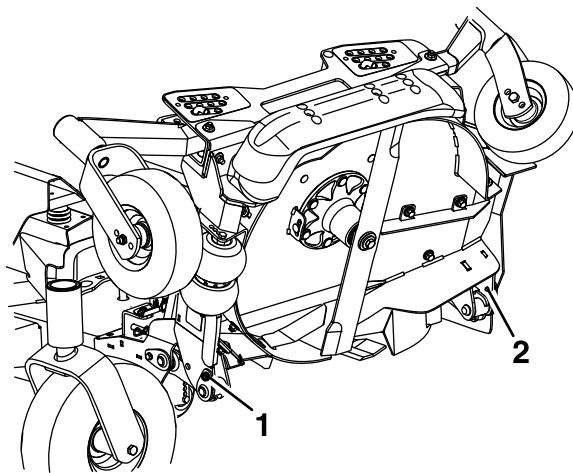
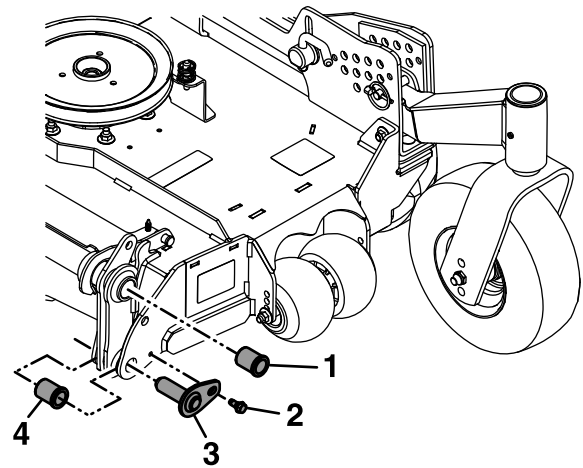

Figure 83
Figure 86
7. Desserrez les boulons qui fixent les axes de pivot supérieurs sur le tablier, mais ne les retirez pas (Figure 83).
14. Retirez les douilles à embase des points de pivot supérieurs et nettoyez l'alésage (**Figure 86**).
18. Retirez et conservez les boulons des points de pivot inférieurs (**Figure 83** et **Figure 86**).